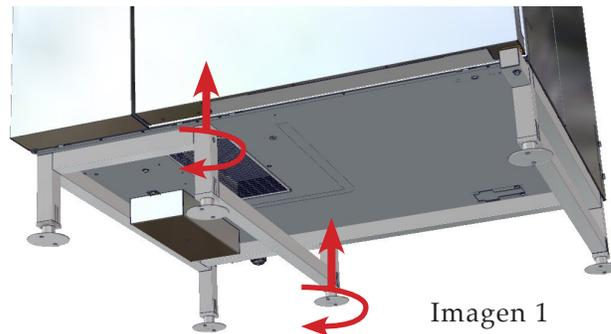

Imagen 1
1. Cuando el equipo se haya instalado correctamente debajo de la campana de extracción, eleve el equipo **DESDE** el suelo y gire las dos patas centrales ajustables en el sentido de las agujas del reloj (**HACIA ARRIBA**) hasta que estas patas sean más cortas que las cuatro patas exteriores (consulte la imagen 1).